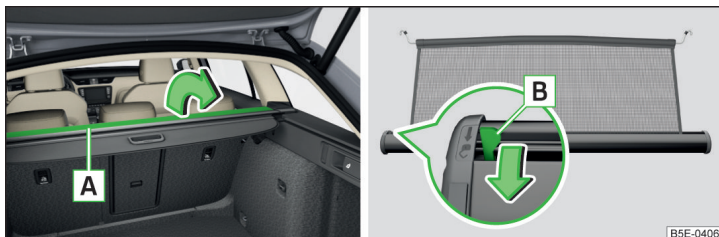

Abb. 147 Teil der aufrollbaren Gepäckraumabdeckung aufklappen / Entriegelungshebel
- › Den Teil **A** der aufrollbaren Gepäckraumabdeckung in Pfeilrichtung aufklappen » Abb. 147.
- › Den Teil **A** der aufrollbaren Gepäckraumabdeckung entgegen der Pfeilrichtung zurückklappen » Abb. 147.
Sollte die Netztrennwand beim Herausziehen blockieren, dann den Entriegelungshebel **B** in Pfeilrichtung drücken » Abb. 147.